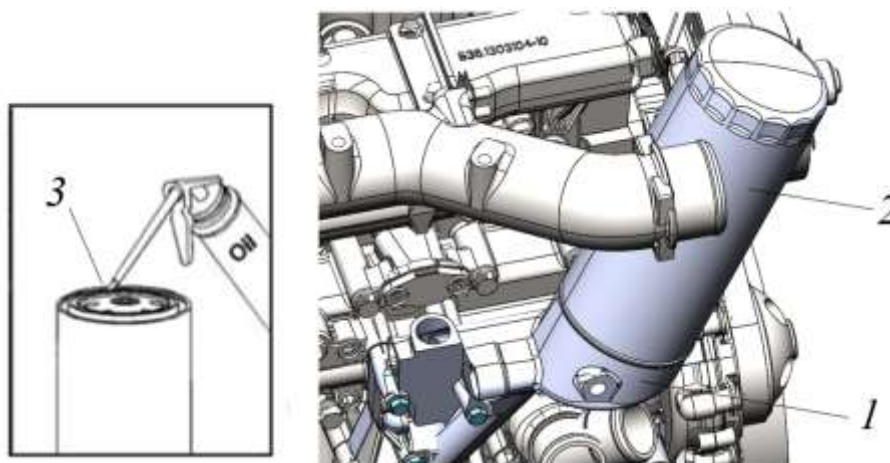

Рисунок 5.20. Расположение масляного фильтра на двигателе
- Отвернуть отработанный сменный фильтр поз. 2 рис. 5.20 от корпуса масляного фильтра поз. 1.
- Навернуть сменный фильтр 2 вручную до касания уплотнительного кольца с опорной поверхностью корпуса масляного фильтра поз. 1 рис. 5.20, после чего довернуть его на 1/2 - 3/4 оборота.